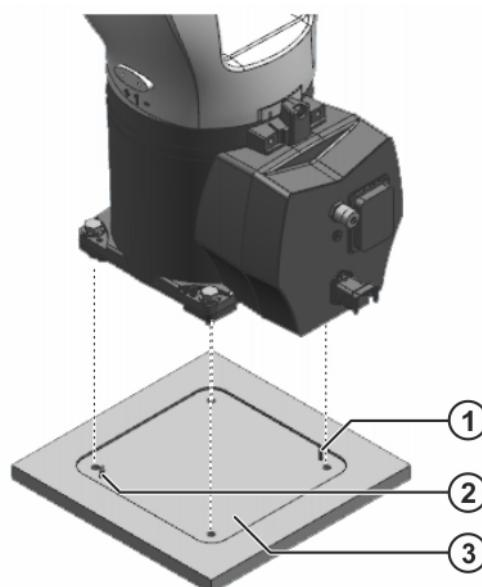

Abb. 8-2: Bodenroboter einbauen
1. Bolzen auf Beschädigung und festen Sitz prüfen (>>> Abb. 8-2).